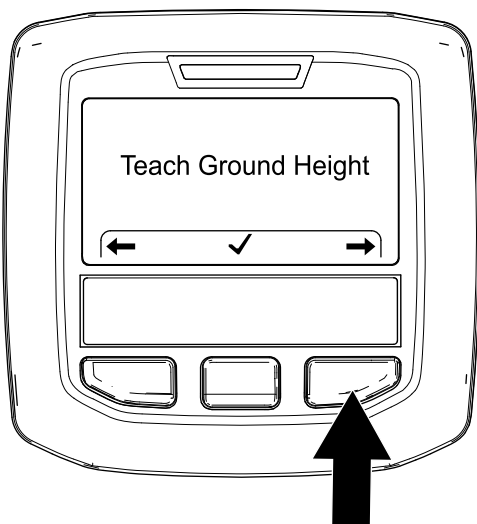

Figure 46
2. Appuyez deux fois sur le bouton droit de l'InfoCenter pour afficher l'écran Calibrating the Tine Ground Height (étalonnage de la hauteur des louchets par rapport au sol) (Figure 46).